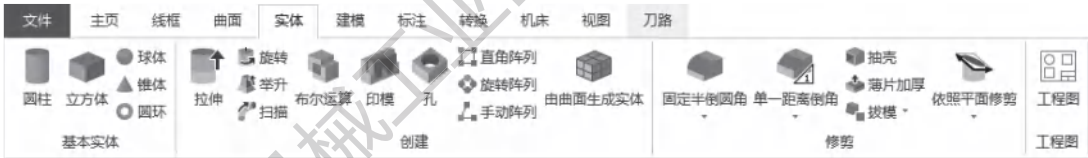

图 6-22 【拉伸实体】命令
1) 构建辅助曲面：通过【层别管理】对话框，新建第 8 图层（还原实体），并将该图层设为主图层。只打开第 1 图层和第 8 图层，关闭其他图层。选择【实体】/【拉伸】命令，如图 6-22 所示。